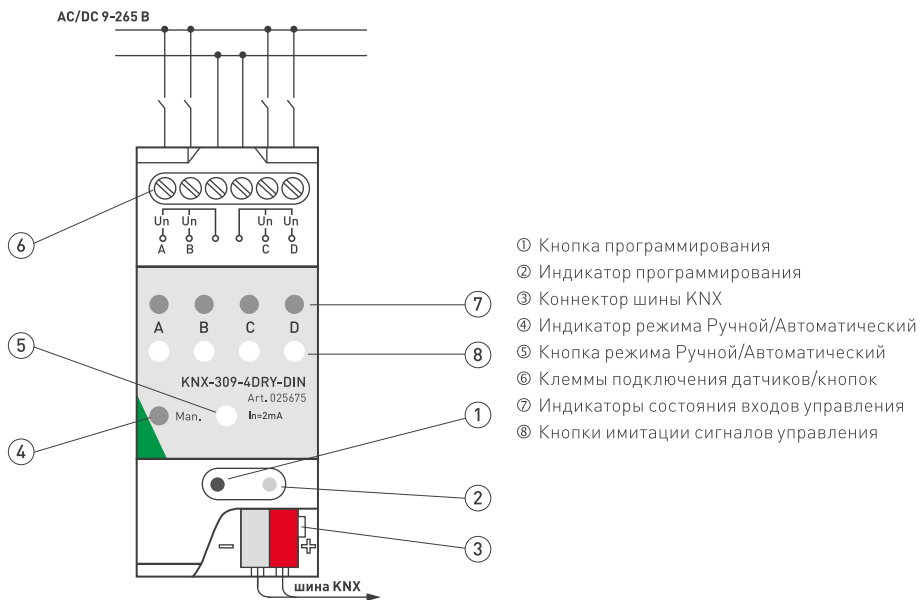

Рисунок 1. Расположение органов подключения и управления.
- 3.3. Подключите шину данных KNX (красный и черный провода в кабеле KNX) к соответствующим клеммным колодкам, соблюдая полярность и цвета проводов, затем подключите провода от датчиков или кнопок к входам управления в соответствии с проектом (см. Рисунок 1).